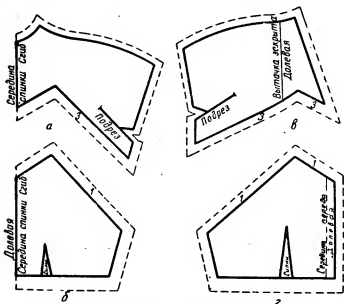

Рис. 307. Подготовка выкройки лифа комбинированного платья с застежкой посередине перела к раскрою:
**Спинка.** Спинку лифа укладывают так, чтобы середина верхней части (рис. 307, а) и нижней части (рис. 307, б) лифа были по долевой нити на сгибе ткани.
**Полочка.** Верхнюю часть полочки (рис. 307, в) укладывают так, чтобы линия закрытой вытачки была по долевой нити. Нижнюю часть полочки (рис. 307, г) укладывают так, чтобы ее середина была по долевой нити.